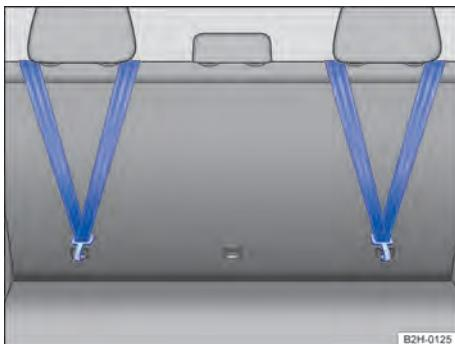

Fig. 44 Na parte traseira do encosto do banco traseiro: cinto de fixação superior preso.
- Enganche o cinto de fixação superior no olhal de retenção correspondente → Fig. 44.